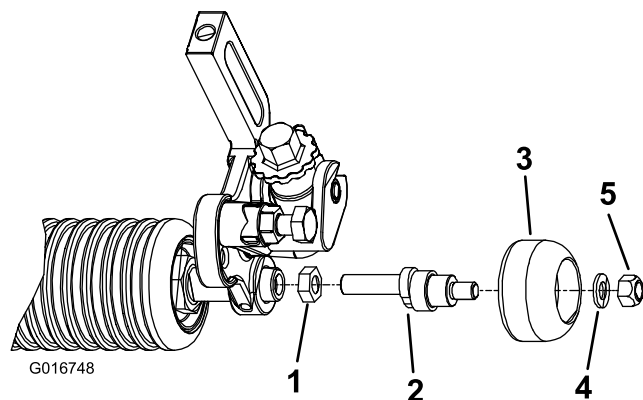

Figura 1
2. Inserite completamente il controdamo superiore deformato nell'estremità filettata più lunga dell'albero sfalsato (Figura 1). Agite infine sull'estremità deformata dal controdamo. Non serrate.
3. Applicate Blue Loctite sulla filettatura dell'estremità più lunga dell'albero sfalsato (Figura 1).
5. Inserite il gruppo rullo ausiliario nell'altra estremità dell'albero sfalsato e fissate con una rondella e un dado di bloccaggio (Figura 1).